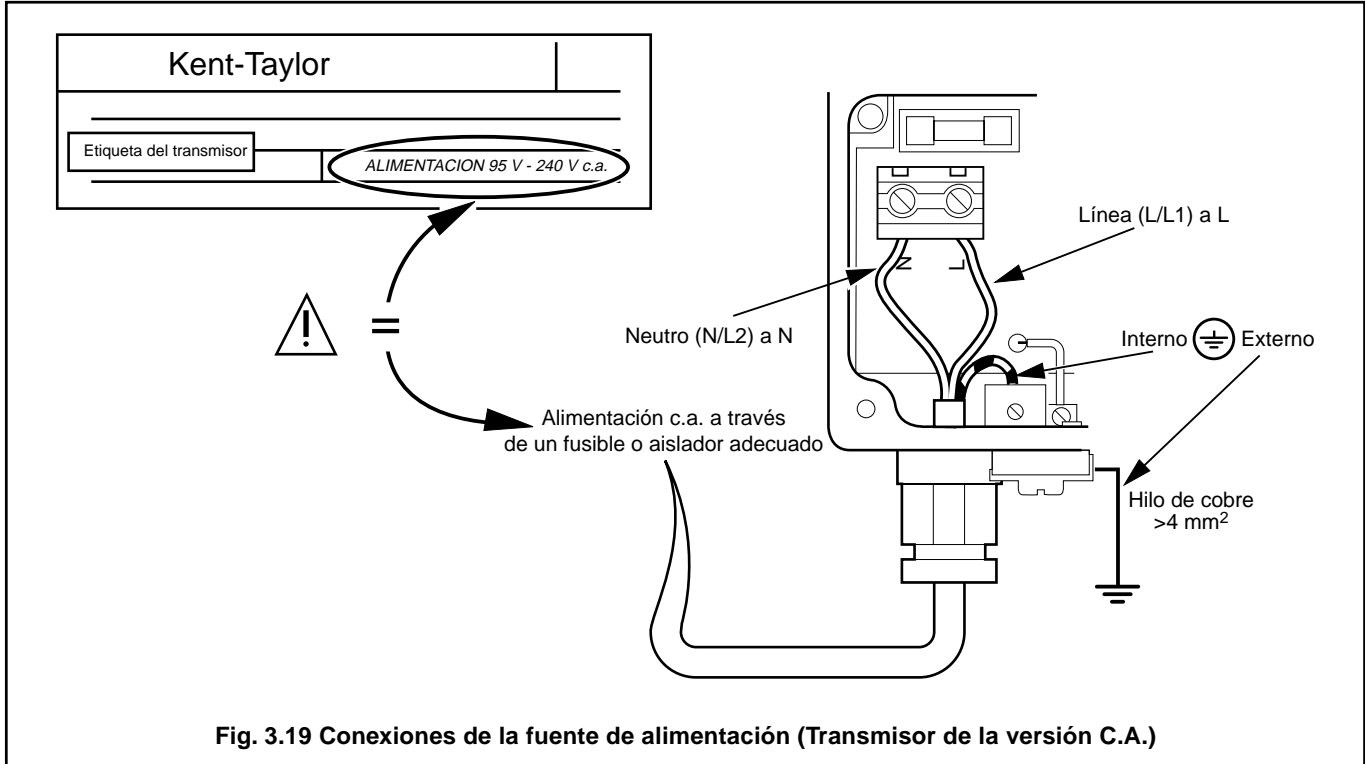

Fig. 3.19 Conexiones de la fuente de alimentación (Transmisor de la versión C.A.)
3.7.7 Conexiones de la fuente de alimentación – Figs. 3.19 y 3.20